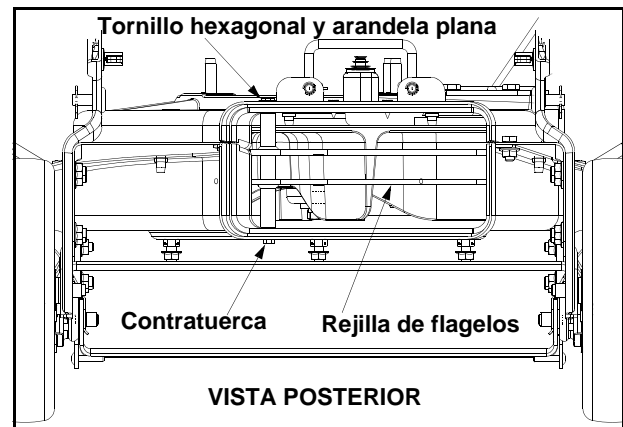

Figura 14
- Ver tener acceso a la rejilla de trituración, retirar el recolector o el tubo de soplado de la máquina como se indica en la sección OPERACION. Ver la Figura 14.
- Retirar el tornillo hexagonal y la arandela plana ubicados encima de la carcasa trasera cerca de la escuadra de montaje y la contratuerca que sujeta la rejilla de flagelos. Ver las Figura 14.
- Quitar la contratuerca que sujeta la rejilla de trituración a la carcasa inferior. No es necesario retirar la rejilla. Ver las Figura 14.